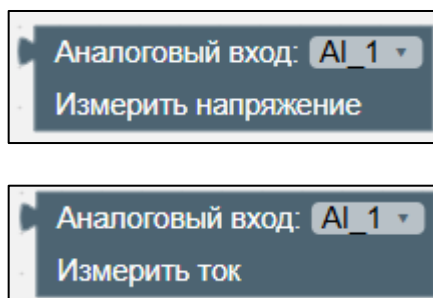

Рисунок II-35 – Блоки измерения
2) блоки измерения (см. Рисунок II-35):